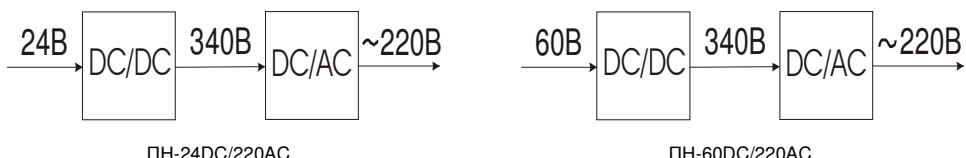

Рисунок 1
1.3. Функционально прибор состоит из преобразователей DC\DC и DC\AC. DC\DC преобразует входное постоянное напряжение 24В (ПН-24DC/220AC) / 60В (ПН-60DC/220AC) в выходное постоянное 340В. Преобразование производится с гальванической развязкой. DC\AC преобразует постоянное напряжение 340В в переменное 220В синусоидальной формы, см. рисунок 1.